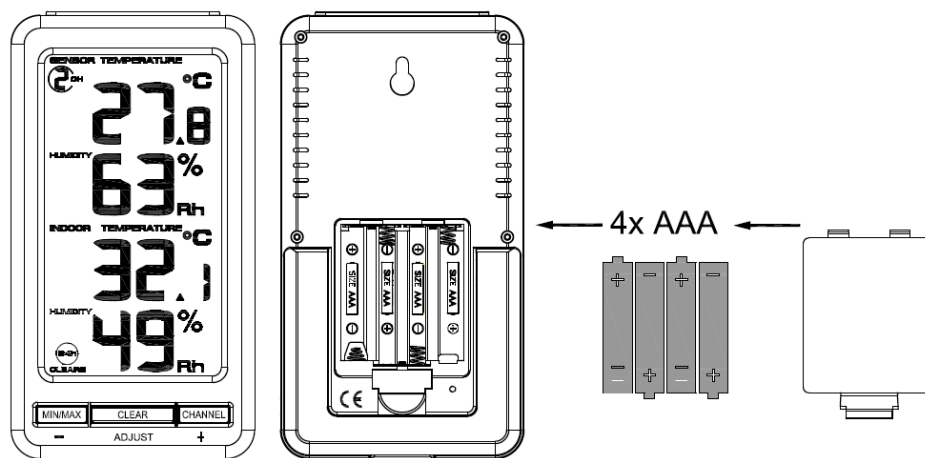

Abbildung 4
- 3) Öffnen Sie die Klappe des Batteriefachs und setzen Sie 4 x 1,5V AAA Batterien ein. (s. Abbildung 4)